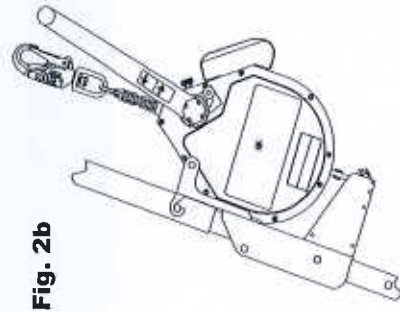

Fig. 2b
Étape 2: Faire pivoter le support vers la patte du trépied jusqu'à ce que les trous supérieurs du support dépassent la patte, puis insérer à fond la goupille par les deux côtés du support. (NOTA: La goupille doit passer derrière la patte du trépied et non à travers celle-ci - Voir Fig. 2b.)